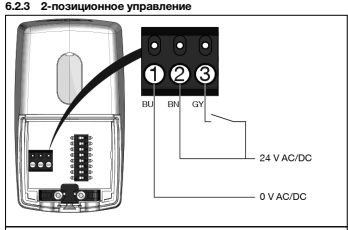

Рис. 10: Подключение для 2-позиционного управления
-	привод перемещает шток в верхнее положение (см. поз. (1) на рис. 10), когда 24 В подается в положение/контакт (3).
-	привод перемещает шток в нижнее положение, когда 24 В подается на позицию/контакт (2).